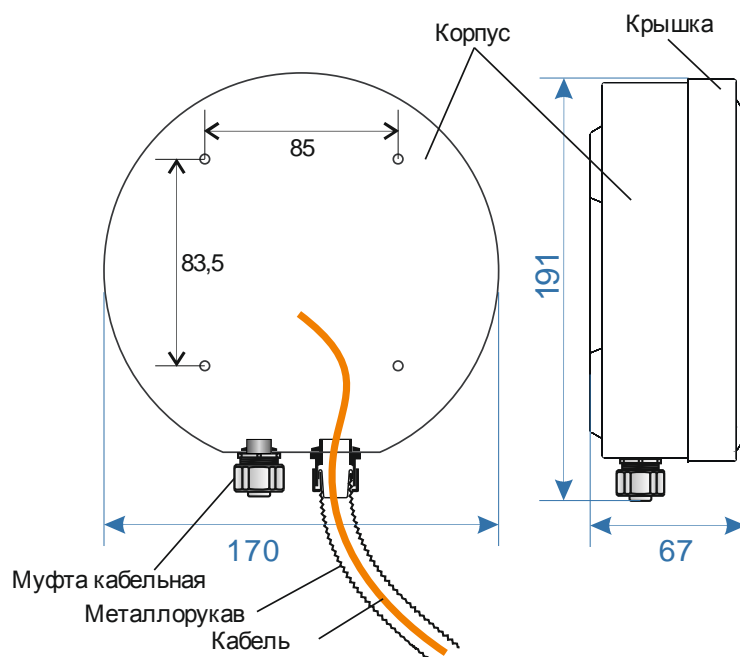

Рисунок 4 – Габаритные и установочные размеры громкоговорителя.
5.4 Снимите крышку громкоговорителя (см. рисунок 4)